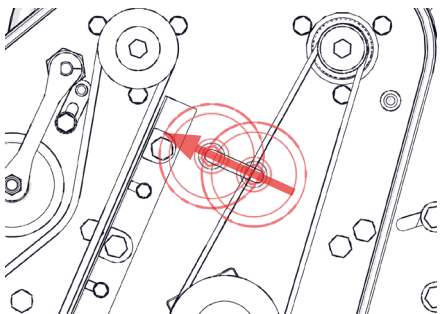

Fig.14G - Desserrer la poulie de tendeur.
- i. Si vous souhaitez uniquement tendre à nouveau la courroie, passez à l'étape iii. Desserrez la poulie de tendeur [clé de 22 mm] (Fig.14G).